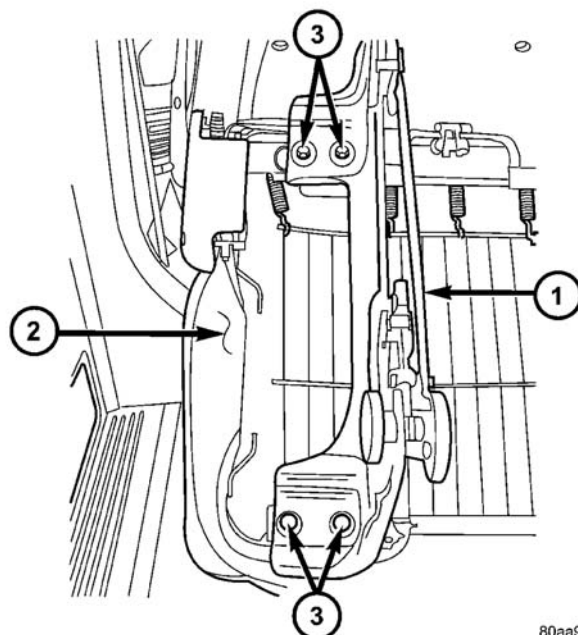

图 36 长条式座椅升降器—第二排
- (1) 自车辆拆卸座椅。有关正确的程序，参见“使用手册”。
- (2) 将座椅底部向上，放置到清洁的工作表面。
- (3) 拆卸将座椅升降器固定到座垫框的螺栓（图 36）。
- （2）安装螺栓，将座椅升降器固定到座垫框（图 36）。紧固螺栓至 $48 \text{ N} \cdot \text{m}$ (35 ft.lbs.) 扭矩。